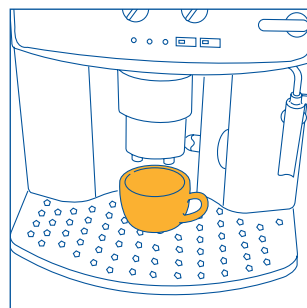
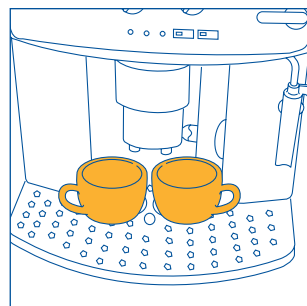
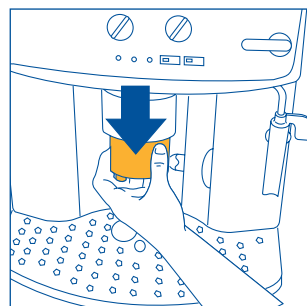

Fig.9
Fig.10
Fig.11
- 4) Anbring en kop under udløbsrørets haner, hvis du vil brygge 1 kop kaffe (fig. 9) eller 2 kopper, hvis du vil brygge 2 kopper kaffe (fig. 10). For at opnå en bedre creme, sæt kaffeudløbsrøret så tæt som muligt ved kopperne ved at trykke det nedad (fig. 11).